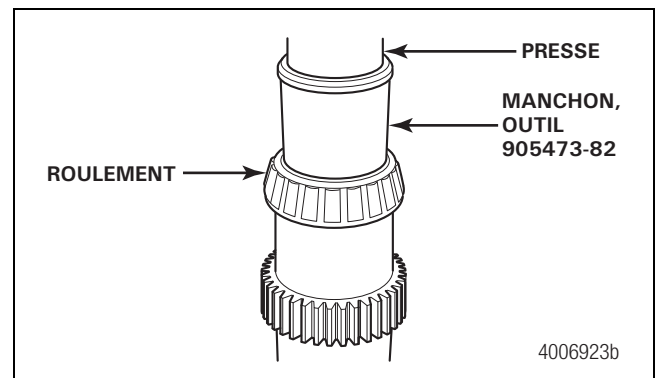

Figure 6.1
2. Utiliser une presse et un manchon (outil no 9054730-82) pour enfoncer et loger complètement le roulement avant sur l'arbre de sortie. Se reporter à la Section 13 pour les cotes de réalisation de l'outil. Enfoncer le roulement en prenant appui uniquement sur la bague intérieure. Utiliser une cale d'épaisseur de 0,002 po pour vérifier si le roulement est correctement logé. Figure 6.1.